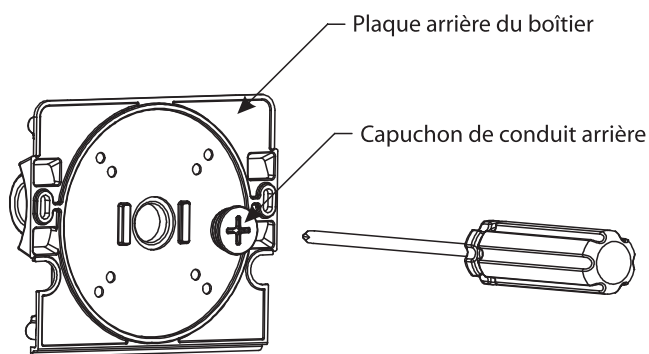

Fig. 3
3. Retirer la plaque arrière du boîtier et dévisser le capuchon du conduit arrière à l'aide d'un tournevis, comme illustré à la figure 3.